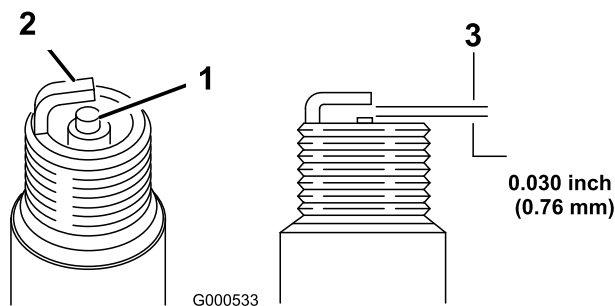

Figura 26
1. Mire la parte central de la bujía (Figura 26). Si se observa un color gris o marrón claro
2. Compruebe la separación entre los electrodos central y lateral (Figura 26) y doble el electrodo lateral si la separación no es correcta.